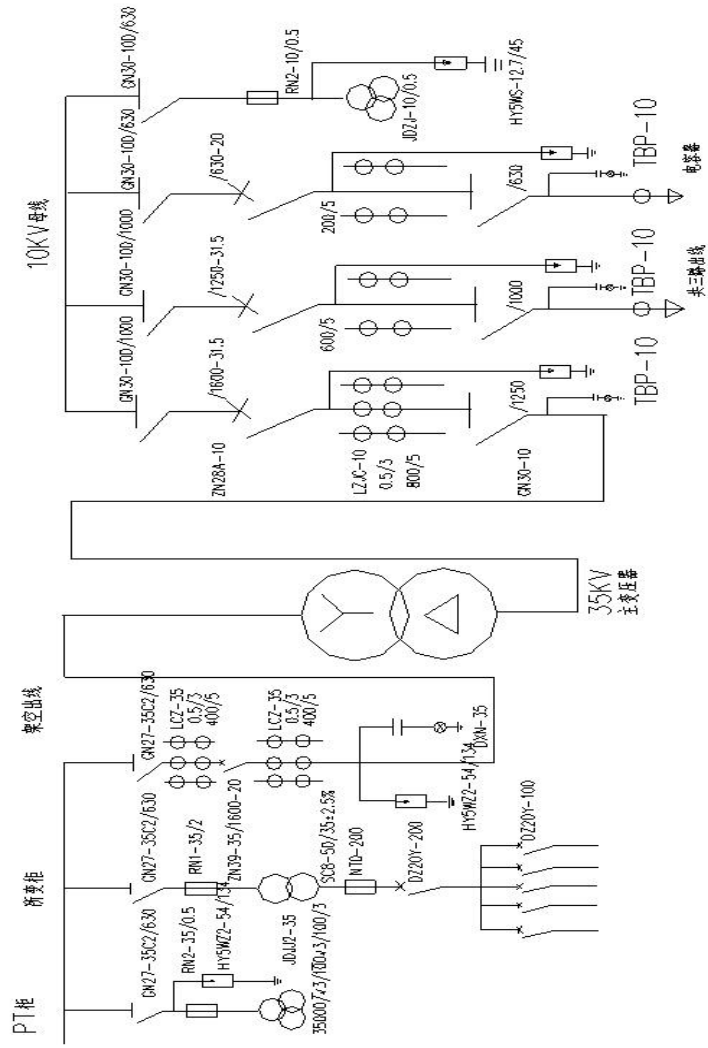

图 6.1 35KV 箱式变电站电气接线图
- 3、绘制如图 6.1 所示的 35KV 箱式变电站电气接线图。